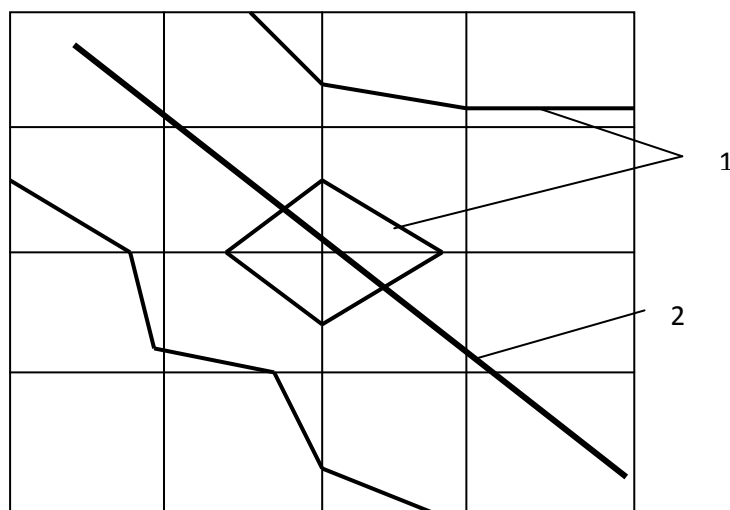

Рисунок 2 – Пример построения картограммы земляных работ
- получающаяся в результате построения ломанная линия нулевых работ должна быть или замкнутой, или начинаться и заканчиваться на границе площадки (рис. 2).